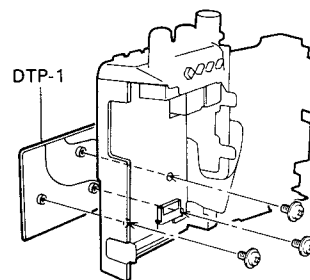

Fig. 4
6. Pasar el cable plano de DTP-1 y apretar con los tres tornillos. (Fig.4)